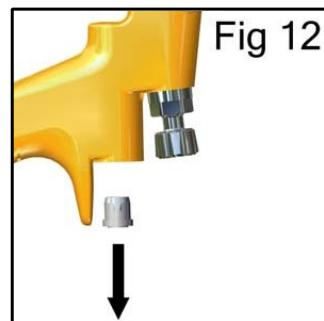

Fig 12
10. ガンを上向きにして、シールを落とします。(Fig 12 参照)